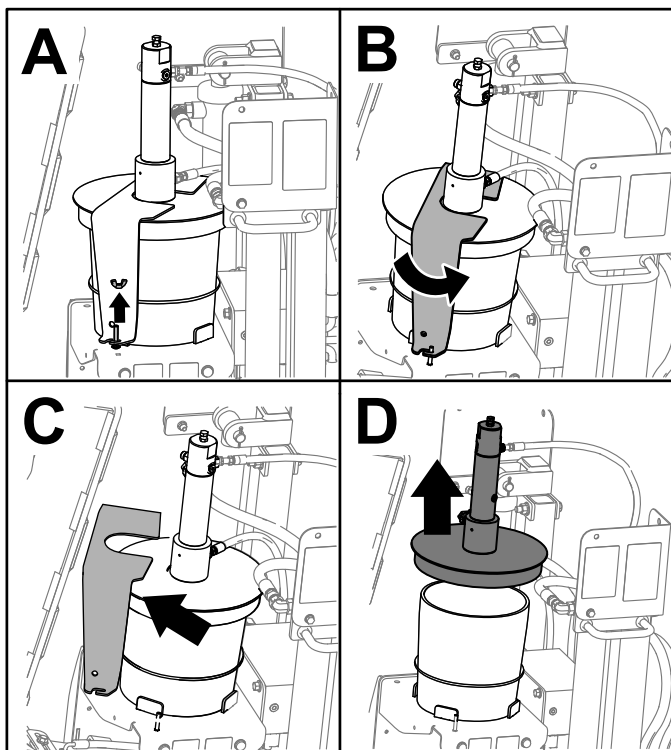

Bild 72
2. Lösen Sie die Flügelmutter, mit denen die Abdeckungsriemen an der Maschine befestigt sind (Einsatz A in Bild 72).
3. Drehen Sie die Abdeckung und ziehen die Abdeckungsriemen von den Befestigungsschrauben (Einsatz B und C in Bild 72).
4. Heben Sie Abdeckung vom leeren Profilverbindungsmasse-Behälter ab (Einsatz D in Bild 72).